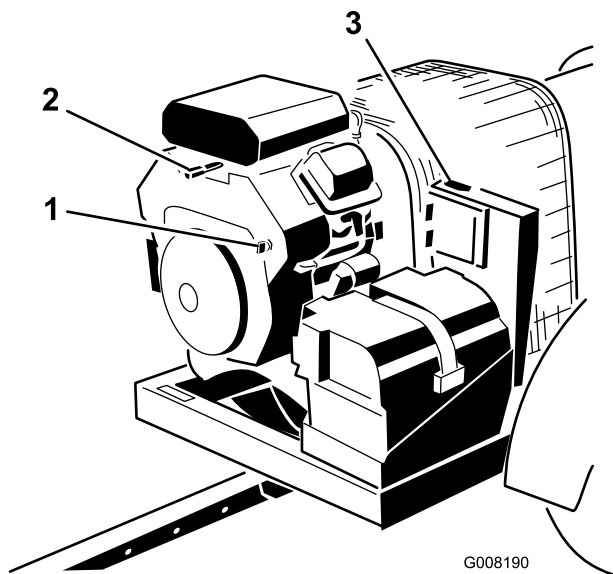

Figura 13
3. Rode a chave da ignição para a posição “START” (arrancar) e solte-a rapidamente para a posição “ON” (ligado). Figura 13 Isto desperta o receptor .
- Se abandonar a máquina, rode a chave para a posição OFF e retire-a do motor (Figura 13).